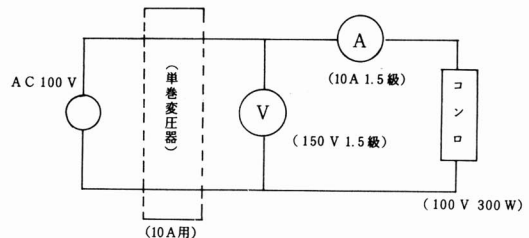

図2 熱効率測定の回路図
- ① 図2のように配線する。
- ② フラスコに水をメートルグラスで量って入れ